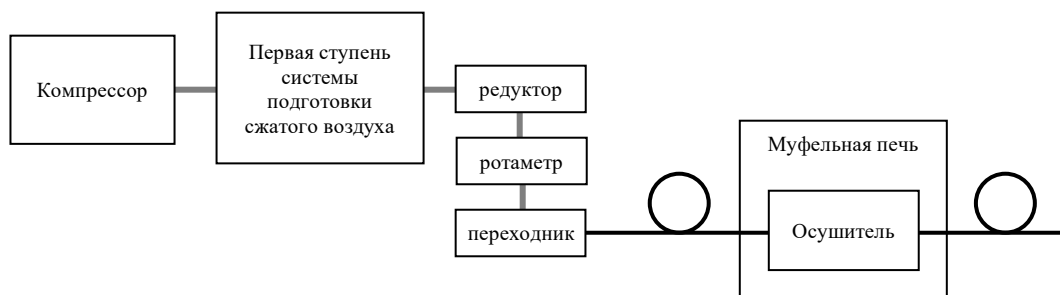

Рисунок 34 – Схема подключения осушителя при горячей регенерации.
- 2) Рисунок 34). Длина входной и выходной арматуры должна быть не менее 3 м каждая.